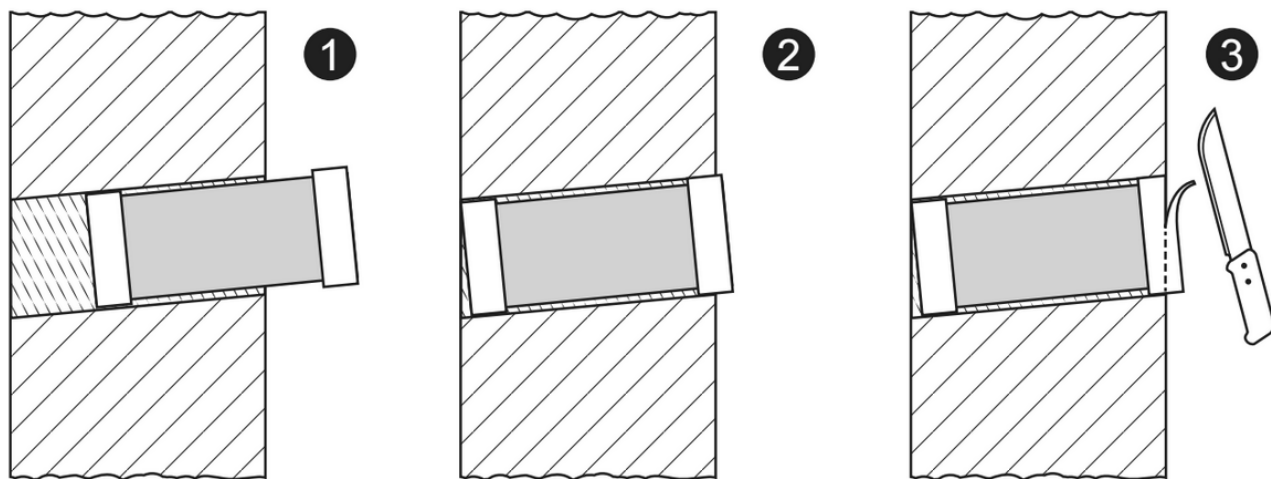

Рис. 7. Установка тепло-шумоизоляционной трубы с вентиляционной решеткой в канал воздуховода.
4.4.10. Подготовленную тепло-шумоизоляционную трубу с решеткой вставить в канал воздуховода аккуратными вращательными движениями, не допуская повреждения геометрии трубы (рис. 7, изобр. 1 и 2). При этом вентиляционная решетка должна оказаться в один уровень с внешней стеной дома. Выступающий из канала воздуховода внутрь помещения конец трубы отрезать в один уровень со стеной (рис. 7, изобр. 3).